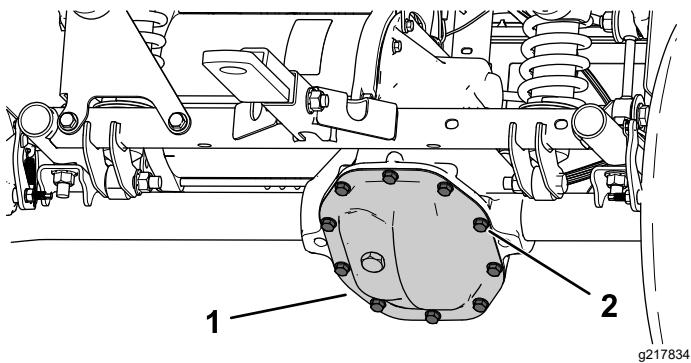

Figura 54
2. Rimuovete i bulloni dalla protezione del transaxle e spurgate completamente il fluido (Figura 54).
1. Allineate una bacinella di spurgo sotto la protezione del transaxle (Figura 54).